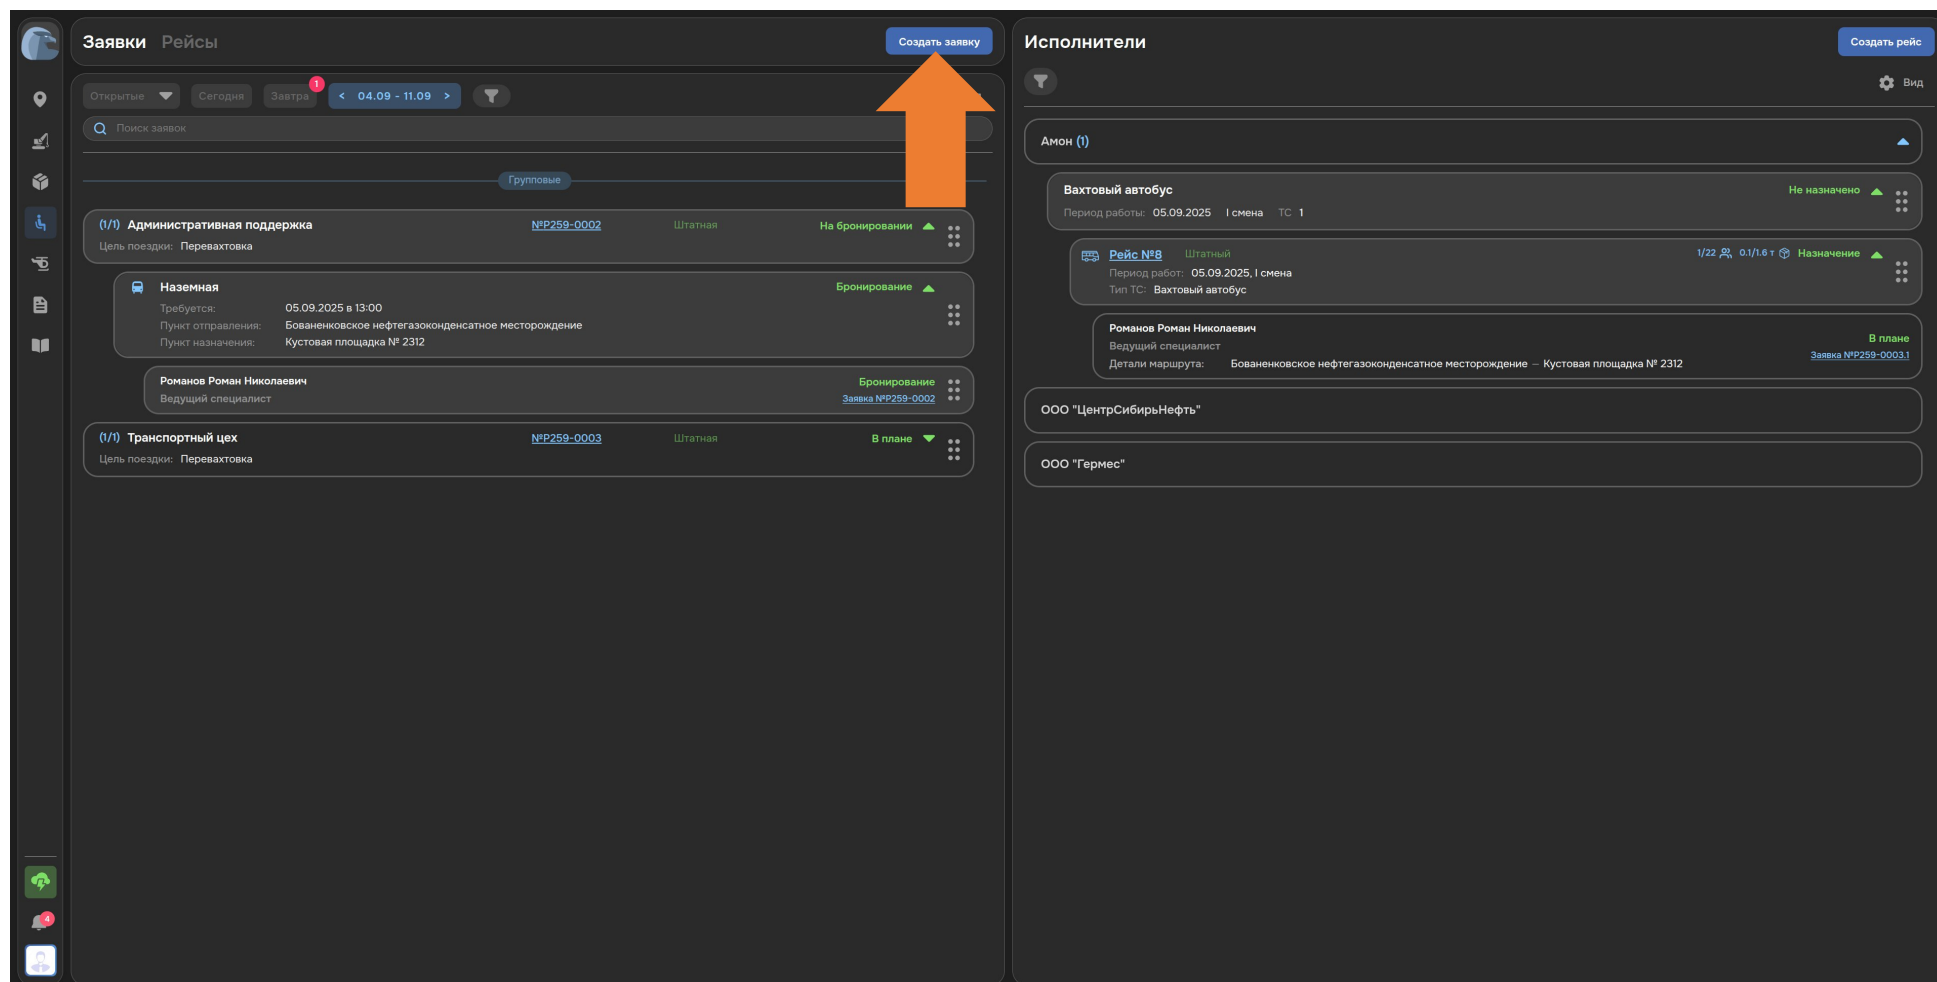

Рисунок 21. Раздел «Пассажиры»
1. Откройте раздел «Пассажирские» (см. Рисунок 21).
2. Нажмите кнопку «Создать заявку» (см. Рисунок 21).